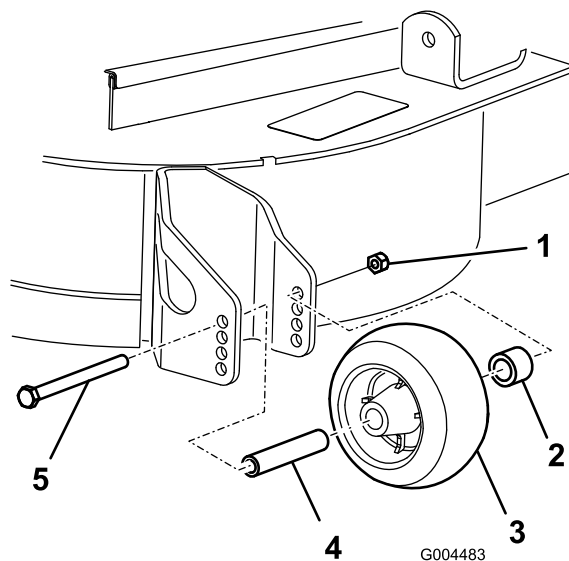

Figure 18
- Posez l'écrou à embase, la bague, l'entretoise et le boulon. Serrez à un couple de 54 à 61 Nm (40 à 45 pi-lb) (Figure 18).
- Après avoir réglé la hauteur de coupe, réglez les galets en retirant l'écrou à collerette, la bague, l'entretoise et le boulon (Figure 18).